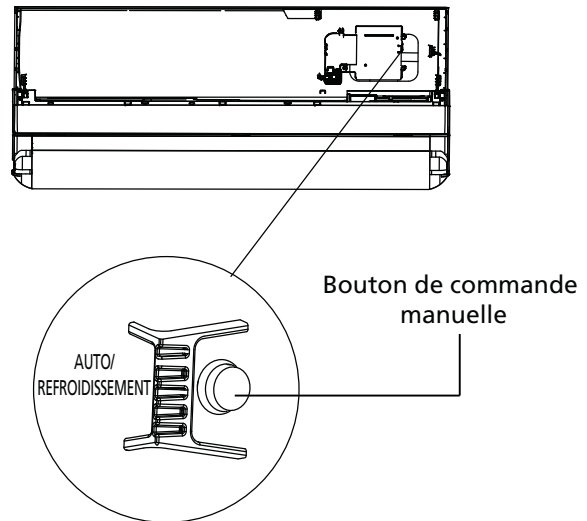

Fig. 28 — Essai de fonctionnement
Effectuez un essai de fonctionnement après avoir terminé la recherche de fuite de gaz et la vérification de sécurité électrique (voir fig. 28).
1. La **COMMANDE MANUELLE** est située sur le côté droit du boîtier d'affichage du panneau avant du module intérieur (voir fig. 28). Appuyez deux fois sur le bouton pour sélectionner la fonction **REFROIDISSEMENT**. Effectuez un essai de fonctionnement comme à l'habitude.